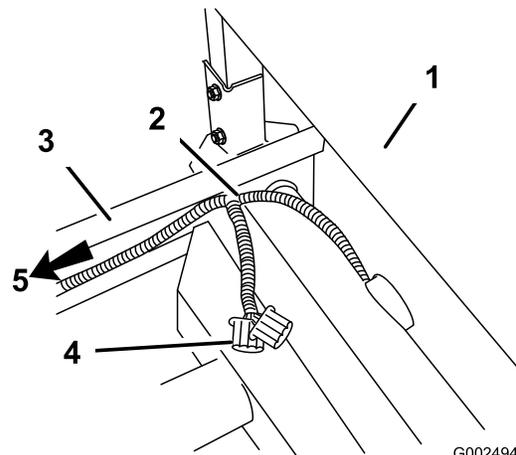

Figura 9
- Pase el mazo de cables por el bastidor izquierdo y luego de retorno hasta al sensor de velocidad con el cableado existente (Figura 9).
- En la cubierta ROPS, detrás del conjunto del asiento, pase el mazo de cables desde debajo del asiento y por encima del bastidor. Asegúrese de que el conector eléctrico del sistema de pulverización no se queda debajo del vehículo (Figura 9).
15. Pase el mazo de cables por el bastidor y de retorno a la conexión entre el sensor de velocidad y el cableado existente (Figura 9).